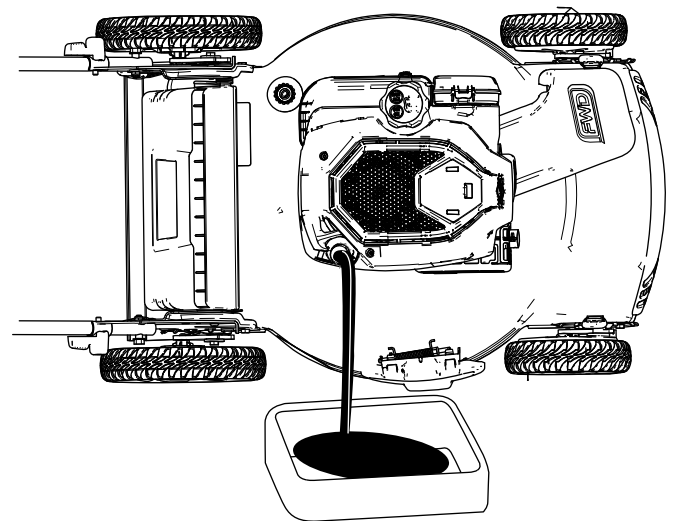

Figure 20
4. Basculez la machine sur le côté (filtre à air en haut) pour vidanger l'huile usagée par le tube de remplissage (Figure 20).